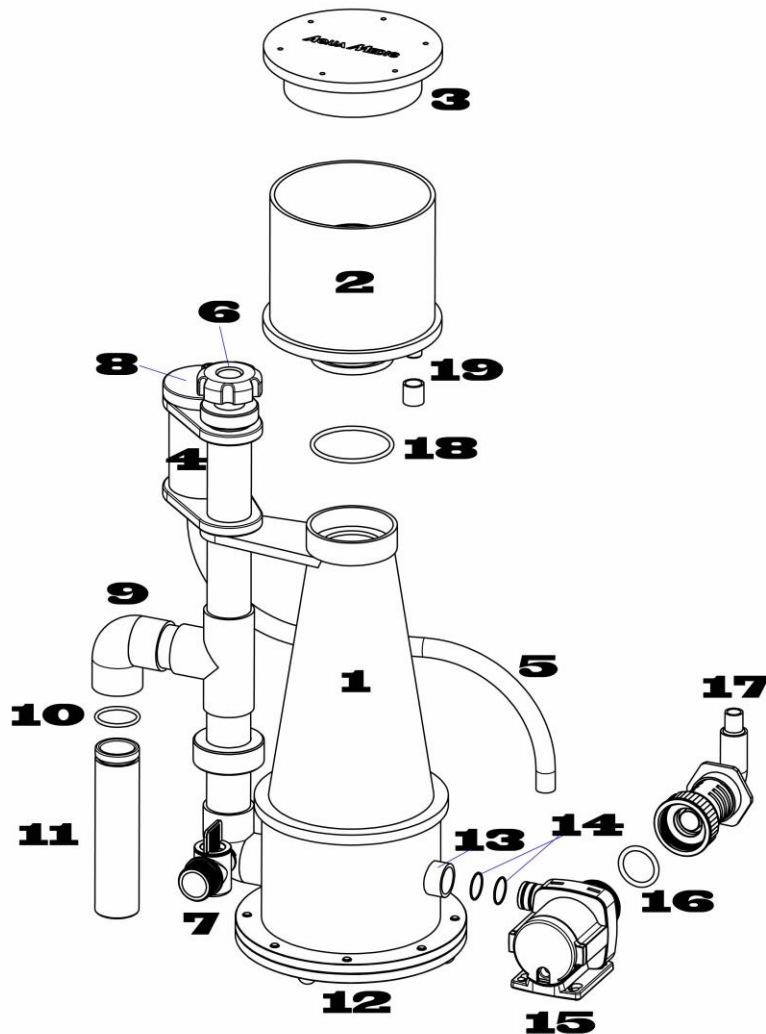

Fig. 1: aCone 1.0 EVO
La cabeza de la bomba puede ser acomodada en varias posiciones posibles de la caja de la bomba. Debe ser montada de forma que los puntos de ajuste por presión queden de lado, tal como se muestra en la Fig. 1, N° 13.
- El tubo de aire tiene siempre que ser instalado hacia arriba, por encima del nivel de agua del skimer. **Este tubo de aire no debe pender hacia abajo.** Por consiguiente, siempre debería estar conectado al amortiguador de sonido (Fig. 1, N° 5). Conecte el extremo inferior del tubo con la toma de aire de la bomba.
- La inyección de aire (Fig. 1, No. 8), en principio debería estar completamente abierta. Un ajuste de la inyección cambiaría la corriente de agua al mismo tiempo y por consiguiente, sólo debería hacerse en casos excepcionales.
- El skimer se llenará arrancando la bomba venturi. Para hacer esto, primero abra la válvula de desagüe inferior (Fig. 1, No. 7) completamente. Con una carga alta de agua, la válvula también puede ser destornillada completamente. Si el nivel de agua permanece constante, tiene que estar cerrada sólo hasta que el skimer quede lleno hasta la mitad o sus dos terceras partes.